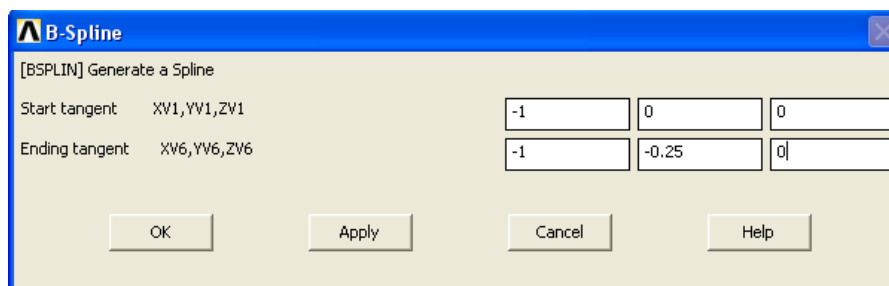

Рис. 9.1. Генерация сплайна с заданием касательных
3) Постройте сплайн по точкам KP2, KP3, KP4, KP5 с заданием координат вектора, направленного по касательной к сплайну в начальной точке, и вектора, направленного по касательной к сплайну в конечной точке: PrPr → **Modeling** → **Create** → **Lines** → **Splines** → **With Options** → **Spline thru KPs**. Указать подряд точки 2 - 5, в выпадающем меню задать параметры согласно рис. 9.1.